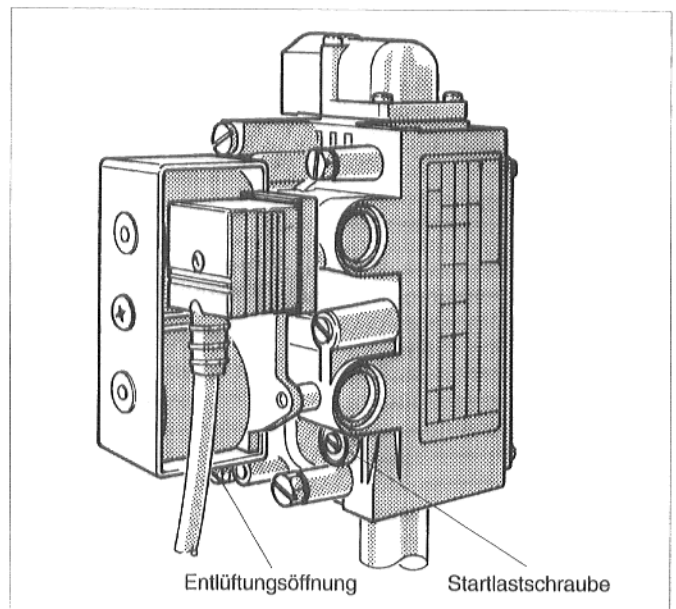

Abb. 41: Gasbrennerarmatur "SIT" 830 Tandem
- Bei "SIT" 830 Tandem: Abdeckkappe über der Entlüftungsöffnung entfernen (Abb. 41).
- Etwa 10 Sekunden, nachdem die Armatur geöffnet hat, erkennbar durch ein leichtes Klicken, Stufendruck am U-Rohr-Manometer ablesen und durch Drehen in Plus- oder Minus-Richtung an der Startlastschraube (Abb. 41 und 42) auf